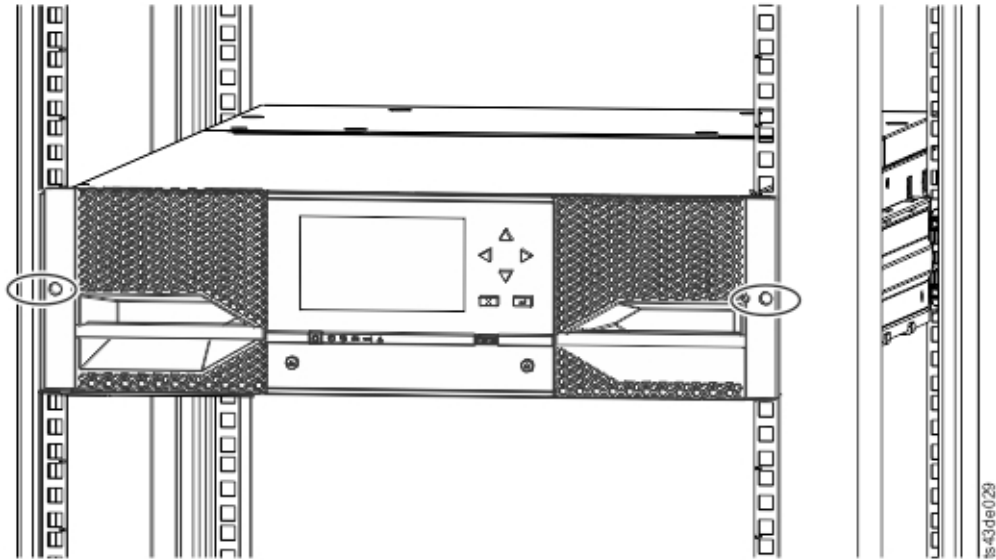

图 43. 机架中的磁带库
5. 使用十字螺丝刀，不完全拧紧螺钉以将模块固定到机架正面（每侧一颗螺钉）。请参阅图 43 中用圆圈标注的区域。